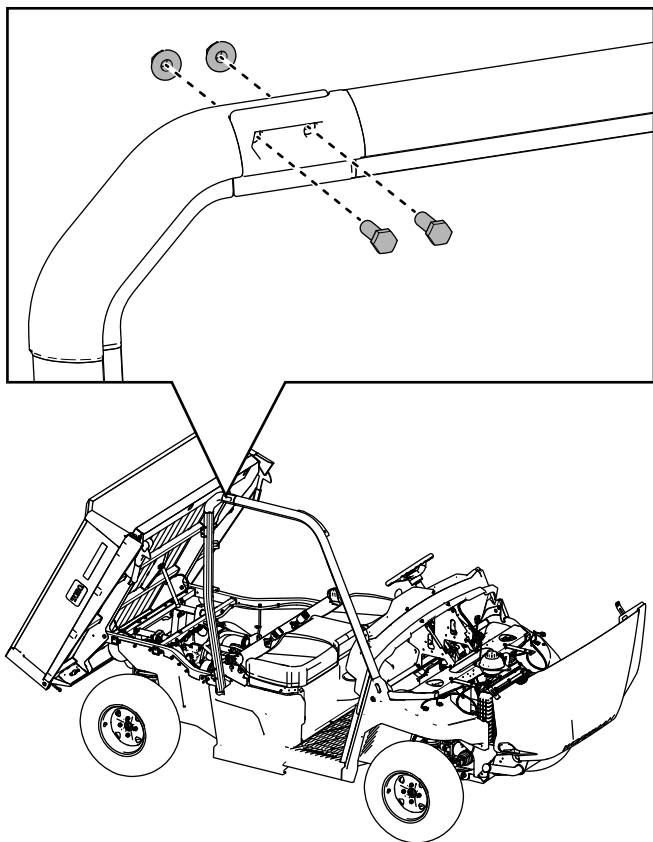

Figure 14
8. Fixez légèrement la barre avant droite de l'arceau de sécurité à la barre arrière droite à l'aide de 2 boulons à tête hexagonale ($\frac{3}{8}$ " x $1\frac{1}{4}$ ") et de 2 contre-écrous ($\frac{3}{8}$ "), comme montré à la Figure 14.